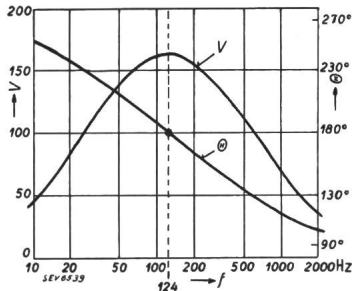

Fig. 4.
auch direkt mit den Frequenzen rechnen, wofür man setzt: $\operatorname{tg} \theta = 0,276 (f_0/f - f/f_0)$. Mit den so gefundenen Werten von $\operatorname{tg} \theta$ geht man auf die vertikale Skala des Kreisdiagramms ein und erhält die zugehörige Verstärkung V ; oder man zeichnet im Abstand $A = 1/0,276 = 3,62$ Einheiten des Kreisdurchmessers den vertikalen Strich, um den Maßstab f/f_0 direkt im Diagramm zu erhalten. Für die Berechnung der in Fig. 4 dargestellten Frequenzkurven wurden mit Hilfe von Formel (4) und dem Rechenchieber einige Punkte ausgewertet. Welche Me-